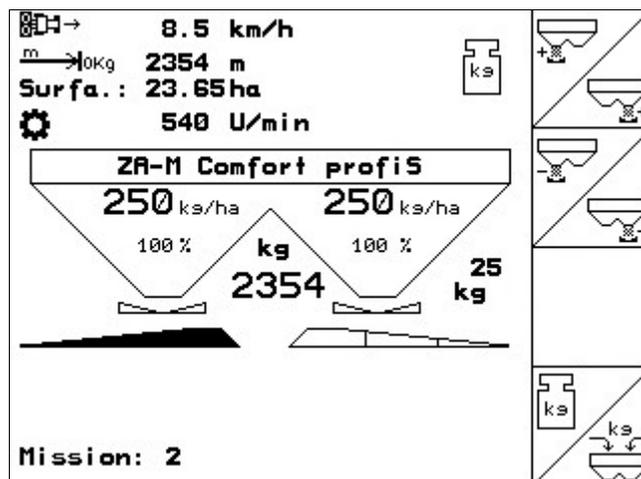

Fig. 6
- Au cours du travail, le **Menu travail** (Fig. 6) affiche tous les paramètres d'épandage nécessaires. Ce menu permet de piloter l'épandeur au cours de l'épandage.